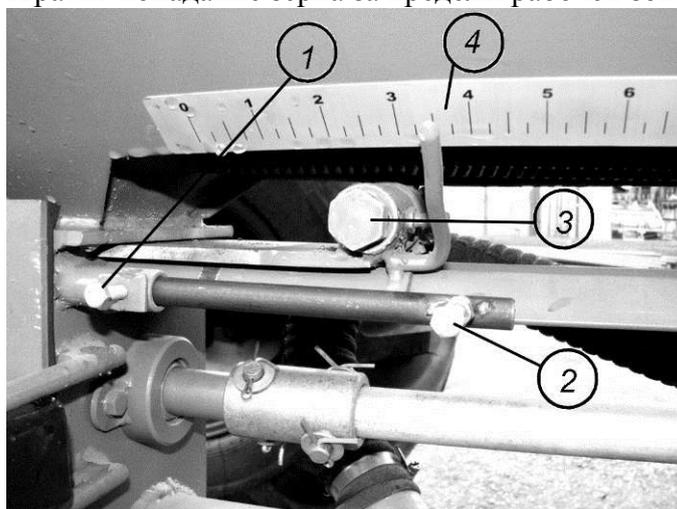

Рис. 6.4.2. Положение указателей
Теоретически определенная норма высева должна быть обязательно проверена путем калибровки высевающих узлов, особенно для люцерны, подсолнечника и удобрений. Норма высева устанавливается по линейкам 4, укрепленным на боковой стенке бункера рядом с дозирующими узлами (рис. 6.4.2). Положение вертикальной пластины 2 и горизонтальной выдвижной крышки 3 определяет рабочий объем 1 дозирующего узла (рис 6.4.1). Данные для определения нормы высева см. в табл. 6.4.1-6.4.4.
Определив норму высева и соответствующее ей количество делений, необходимо отрегулировать положение пластины 2 и крышки 3 (рис 6.4.1) и связанных с ними указателей 2 и 3 соответственно (см. рис. 6.4.2).
1. Отпустить стопорный болт 1 (рис. 6.4.2) на прутке с вертикальной регулировочной пластиной. Установить короткий неокрашенный указатель 2 против нужного деления линейки и зажать болт 1.